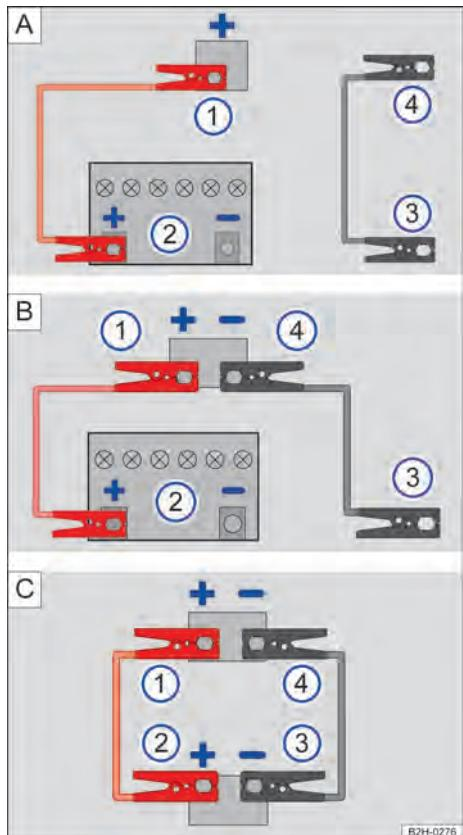

Fig. 159 No compartimento do motor: conexões para o cabo auxiliar de partida (representação esquemática).
Legenda para Fig. 159:
- Fig. 159 **A**: Conexão entre a bateria do veículo fornecedor de energia ② e ③ e o ponto de auxílio à partida do veículo com bateria descarregada ① e ④.
- Fig. 159 **B**: Conexão entre a bateria do veículo fornecedor de energia ② e ③ e os 2 pontos de auxílio à partida do veículo com bateria descarregada ① e ④.
- Fig. 159 **C**: Conexão entre os pontos de auxílio à partida do veículo fornecendo energia ② e ③ e os 2 pontos de auxílio à partida do veículo com bateria descarregada ① e ④.
- Conectar uma extremidade do cabo auxiliar de partida **vermelho** ao polo positivo  do veículo com a bateria descarregada → **Fig. 159 ①**.
- Conectar a outra extremidade do cabo auxiliar de partida **vermelho** ao polo positivo  do veículo com a bateria fornecendo energia → **Fig. 159 ②**.
- Conectar uma extremidade do cabo auxiliar de partida **preto** → **Fig. 159 ③**, de preferência, num ponto de aterramento (ponto de auxílio à partida) , ou então, na argola de reboque dianteira rosca, conectar uma peça metálica firmemente aparafusada com o bloco do motor ou no próprio bloco do motor.
- Conectar a outra extremidade do cabo auxiliar de partida **preto** → **Fig. 159 ④** no veículo com a bateria do veículo descarregada, de preferência, a um ponto de ponto de aterramento (ponto de auxílio à partida) , uma peça metálica firmemente aparafusada com o bloco do motor ou no próprio bloco do motor → .
- Em motores funcionando, desconectar o cabo auxiliar de partida apenas na sequência → **Fig. 159 ④ ③ ② ①**.